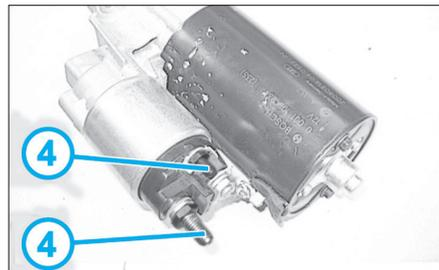

Fig. 13
- ouvrir le couvercle (3) (Fig.13),
- débrancher les câbles électriques (4),